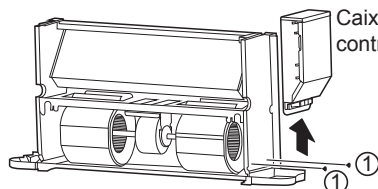

Figura 4-7 Remoção da caixa de controlo elétrico
- Como mostrado na Figura 4-7, remova os parafusos ① *2 para retirar a caixa de controlo elétrico.